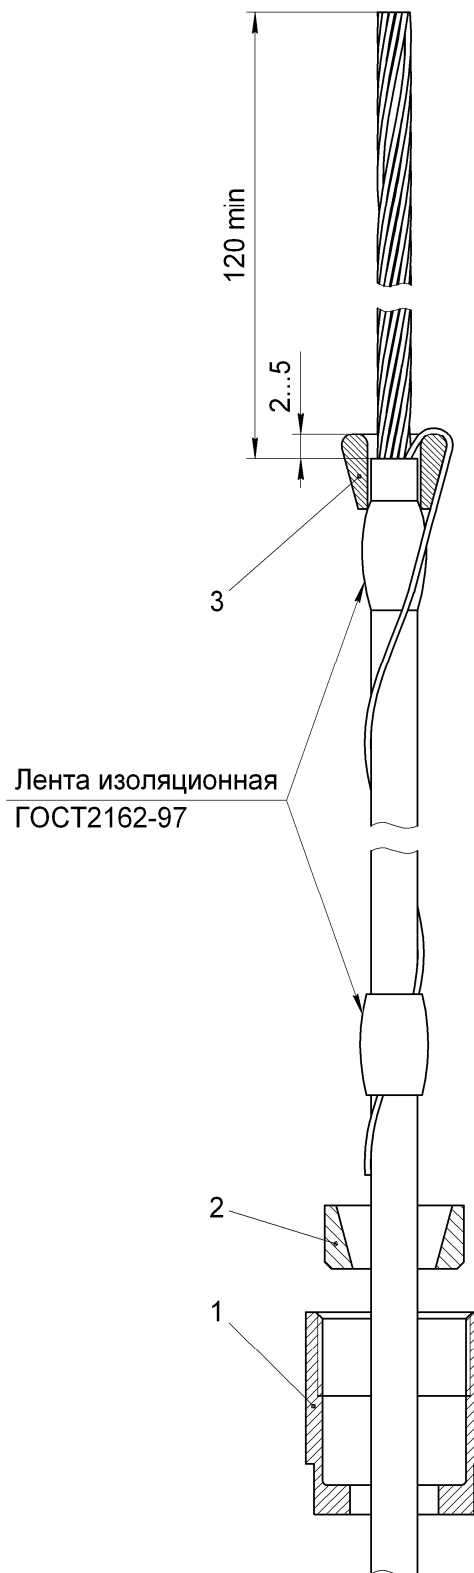

Рисунок 3
5.2 Надеть на кабель гайку 1 и втулку 2 (см. рис. 3) и закрепить кабель в тисках вертикально. Для предохранения кабеля от повреждения использовать резиновые или другие прокладки.